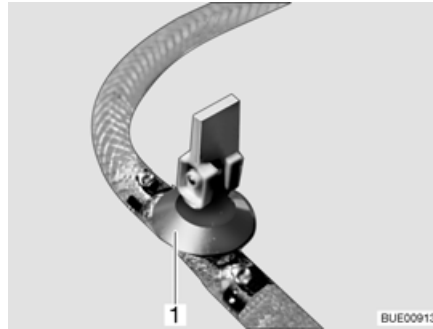

Fig. 190 Robinet de vidange (avec levier à bascule)
- Fermer tous les robinets de vidange. Placer pour ce faire le levier à bascule du robinet de vidange (Fig. 190,1) à l'horizontale.